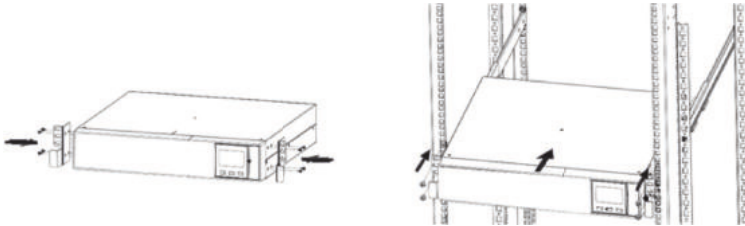

Abb.7: Montage als Rack-Gerät im 19"-Schrank
- Gehen Sie wie in Abb. 7 vor, um das Gerät in einem 19"-Rackschrank zu installieren.